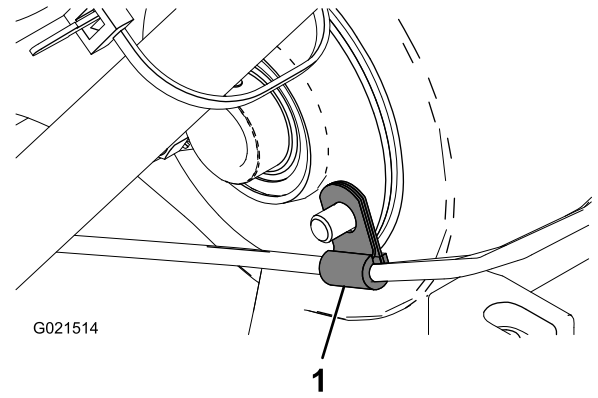

図 5
4. 既存のスロットルケーブルのクリップを利用して、新しいスロットルケーブルをデファレンシャルハウジングの後部に取り付ける **図 5**。